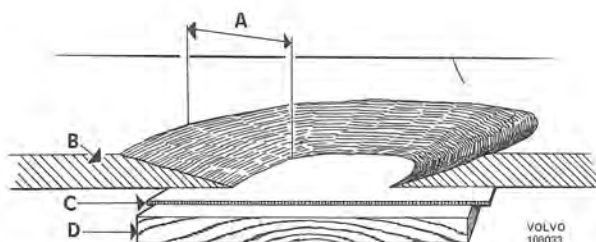

Bild 29. Plastlucka, förberedd för reparation
2. Slipa plasten från hållets kant och ca 10 cm utåt, så att en jämn uttunning erhålls (bild 29).